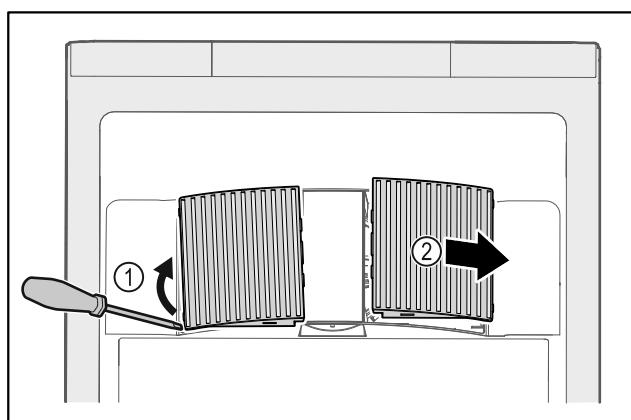

Fig. 228
- Αναμοχλεύστε προσεκτικά από το πλάι τα καλύμματα του ανεμιστήρα Fig. 228 (1) και αφαιρέστε τα προς τα εμπρός Fig. 228 (2).